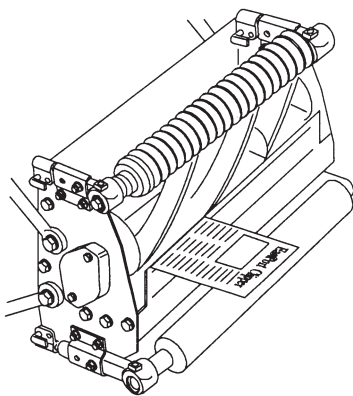

Figure 4
2. Réglez le plateau de coupe comme indiqué à la Figure 4. Ne mettez pas le plateau de coupe en appui sur la molette de réglage de la contre-lame, car cela modifiera l'espace entre le cylindre et la contre-lame. Placez une cale en bois sous le tube transversal rond pour maintenir la molette au-dessus de la surface.
4. Glissez une longue bande de papier journal sec entre le cylindre et la contre-lame (Fig. 4), d'un côté de la contre-lame, et tournez le cylindre à la main. Le papier doit être coupé nettement. Répétez cette procédure de l'autre côté. Si le papier n'est pas coupé nettement, tournez la molette de réglage de deux crans au plus, puis